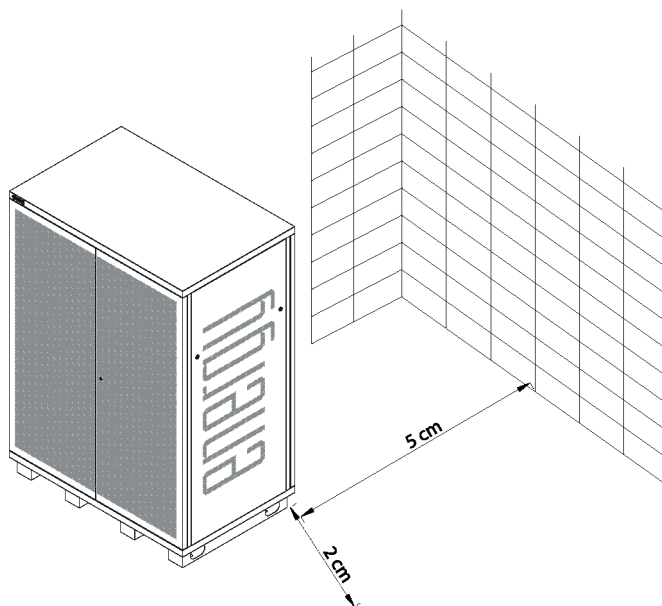

Fig. 4.25
19. Soltanto dopo aver passato i cavi **D+**, **D-** e **RJ45** in arrivo dal PCS, posizionare il rack a una distanza minima di 5 cm dalla parete e 2 cm da eventuali altri oggetti a lato. Durante il posizionamento finale, fare attenzione a non danneggiare i cavi DC, AC e comunicazione posizionati (Fig. 4.25).